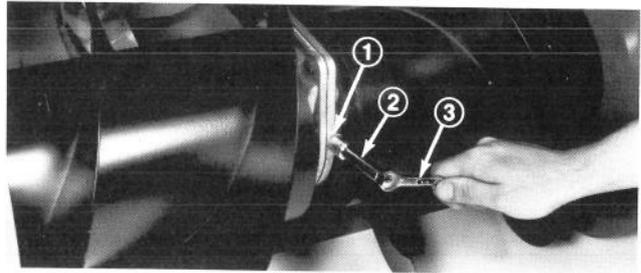

Abb. 13
2. Den Stopfen am Getriebe heraus schrauben, indem Sie das offene Ende eines 3/8 Zoll Zusatzes über den Stopfen ansetzen und den Gabelschlüssel auf das viereckige Ende des Zusatzes aufsetzen (Abb. 13).
5. Den Stopfen wieder hineinschrauben (Abb. 13).